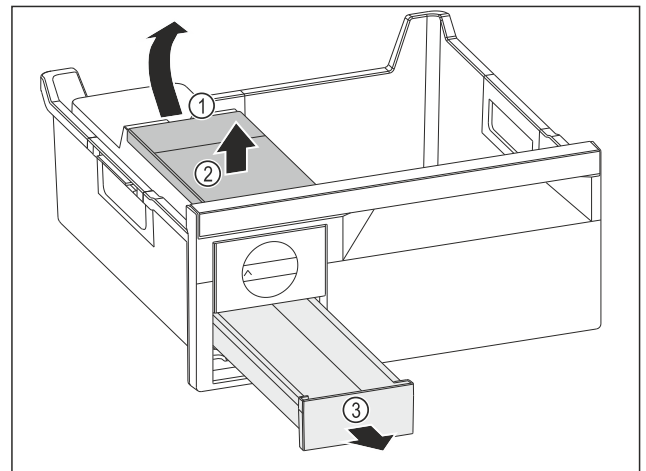

Fig. 73
- ▶ Wassertank entnehmen: Wassertank an der Aussparung Fig. 73 (1) anheben.
- ▶ Wassertank Fig. 73 (2) nach oben entnehmen.
- ▶ Eiswürfel Schubfach Fig. 73 (3) nach vorne entnehmen.